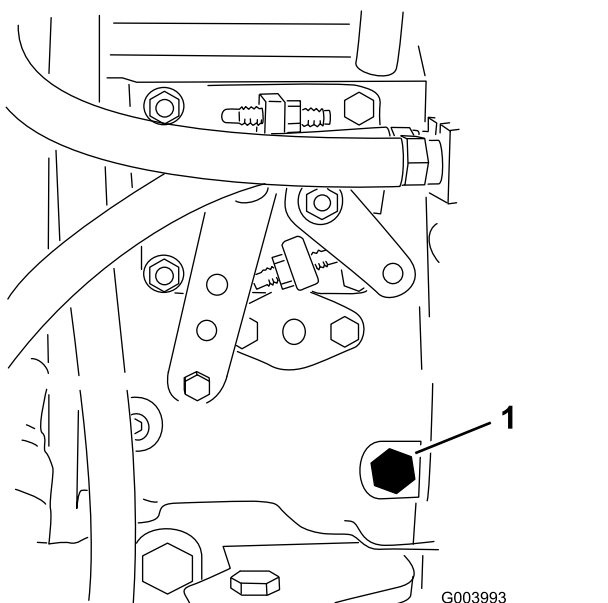

Рисунок 36
3. С помощью динамометрического ключа 12 мм выверните винт для продувки из топливного насоса (Рисунок 36).